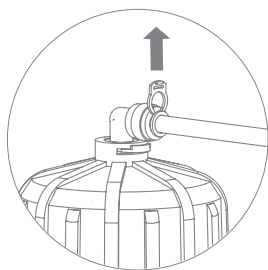

Рис. 14
3. Отсоедините стопорную клипсу, фиксирующую цангу (рис. 14). Отсоедините трубку, удерживая цангу прижатой к корпусу (см. раздел «Отсоединение трубок» (стр. 9)). При необходимости отсоедините все трубки от корпуса мембраны и извлеките его из корпуса фильтра.